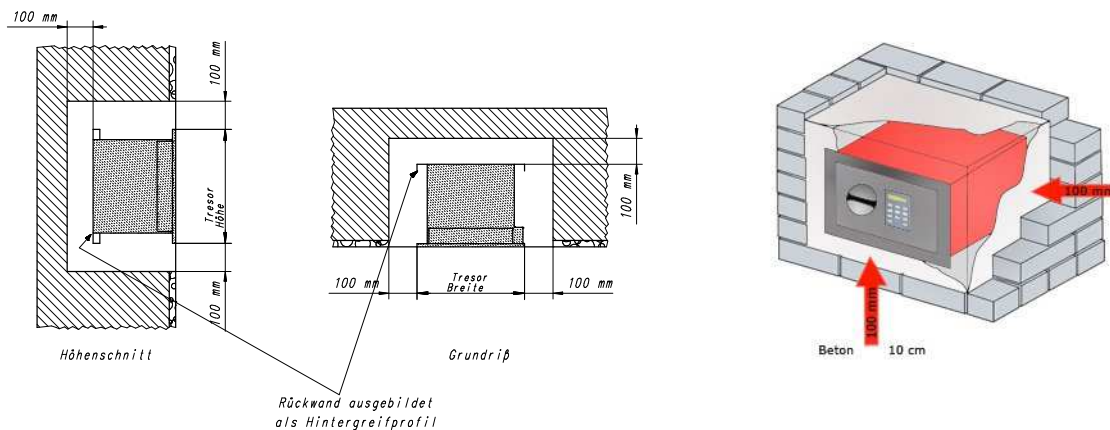

Bild 1: Mindestabmessung der Wandöffnung für Einbau Wandtresor
- Da der Wandtresor allseitig von einer mindestens 100mm dicken Betonschicht umgeben sein soll, muss die Aussparung in der Wand rundum mindestens 100mm größer sein, als die Außenmaße des Tresors (siehe hierzu Bild 1).